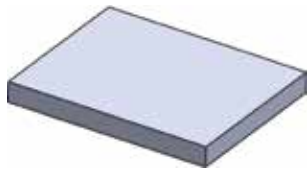
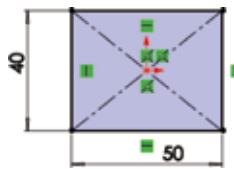

图 5.153 凸台 - 拉伸 1
图 5.154 截面草图
步骤 2 创建如图 5.153 所示的凸台 - 拉伸 1。单击  特征 功能选项卡中的  按钮，在系统提示下选取“上视基准面”作为草图平面，绘制如图 5.154 所示的截面草图。在“凸台 - 拉伸”对话框  方向 1(D) 区域的下拉列表中选择  给定深度，输入深度值 5，单击  按钮，完成“凸台 - 拉伸 1”的创建。